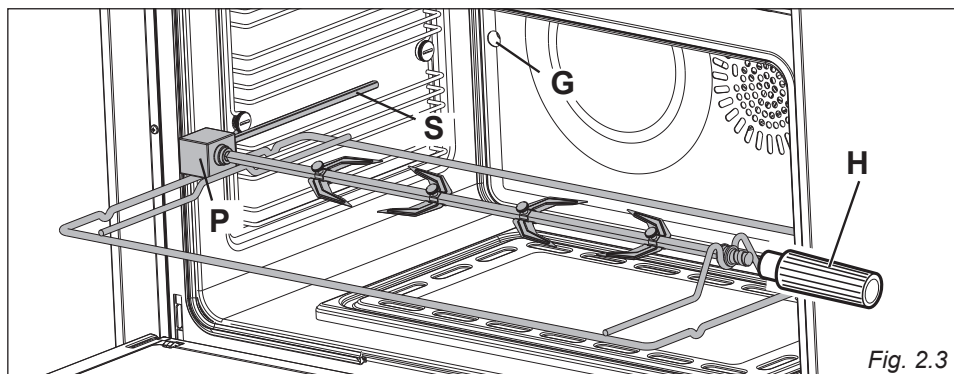

Fig. 2.3
- Inserire l'asta nell'apertura laterale dell'ingranaggio "P" (fig. 2.3).